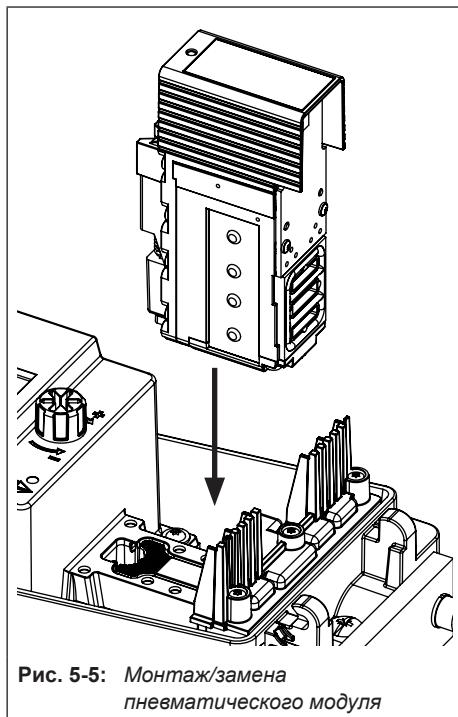

Рис. 5-5: Монтаж/замена
4. Выполните монтаж модуля согл. Рис. 5-5. Надавите на модуль в направлении дисплея и вставьте его, продвигая вдоль зажимного клина.